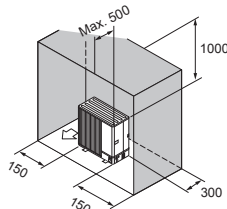

Fig. 2-11
- (6) Obstructions ou surfaces non dégagées à l'arrière, sur les côtés et au-dessus uniquement (Fig. 2-11)